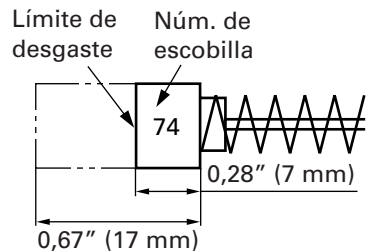

Fig. 12
## 3. Inspeccionar los carbones de contacto (Fig. 12)
**NOTA:** Utilice las escobillas HITACHI Núm. 74 indicadas en la Fig. 12.